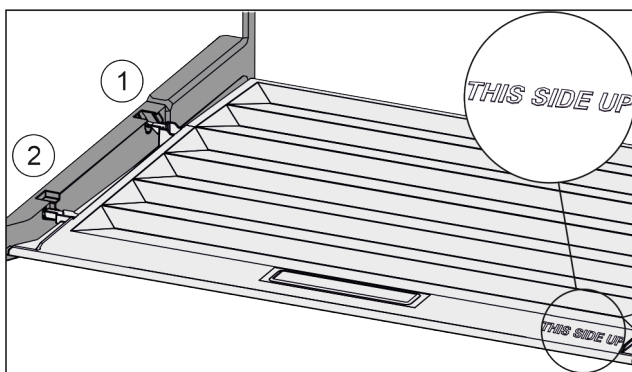

Fig. 43
- ▶ Вставить поперечные ребра крышки через отверстие заднего держателя Fig. 43 (1) и защелкнуть спереди в держателе Fig. 43 (2).